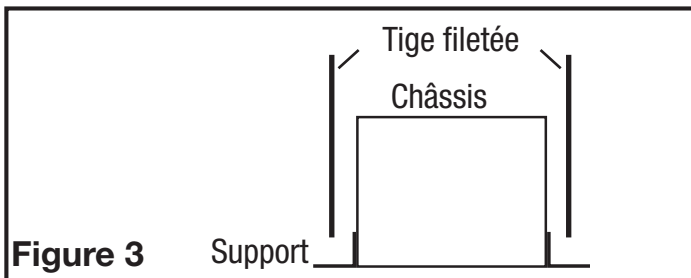

Figure 3
- Montage de la barre de suspension:** soulevez l'unité sur les tiges filetées et fixez-la en place à l'aide de matériel approprié (non fourni) (Figure 3).